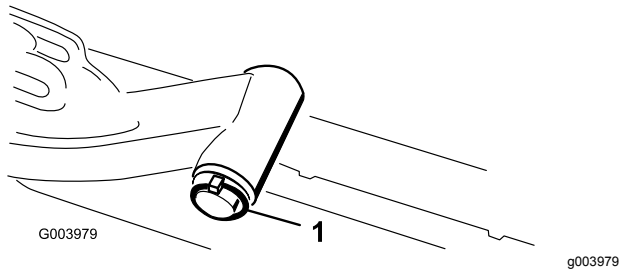

Bild 9
- A. Nehmen Sie den Klappstecker und die Scheibe ab, mit denen die Gelenkwelle des Hubarms am Hubarm befestigt ist. Schieben Sie die Gelenkwelle des Hubarms aus dem Hubarm (**Bild 9**).
- C. Setzen Sie die Hubarmwelle in den Hubarm ein und befestigen Sie sie mit der Scheibe und dem Klappstecker (**Bild 9**).